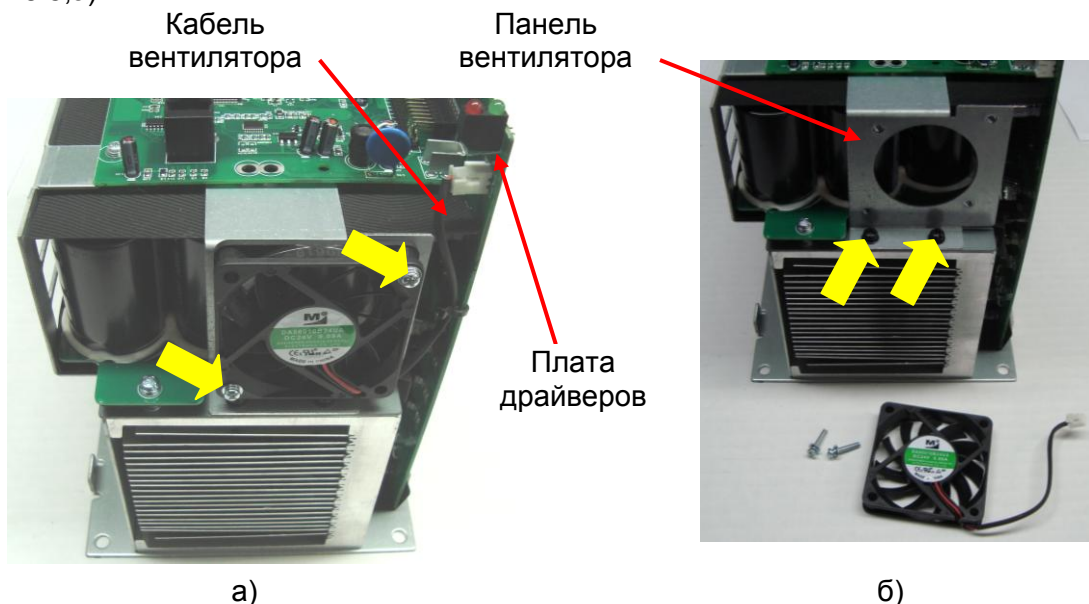

Рис. 6.5
6.5.1. Отсоединить кабель дополнительного вентилятора от платы драйверов (рис. 6.5,а).
6.5.2. Выкрутить два винта крепления дополнительного вентилятора (желтые стрелки, рис. 6.5,а), демонтировать его и вместе с винтами положить в тару (рис 6.5,б).
6.5.3. Выкрутить два винта крепления панели вентилятора (желтые стрелки, рис. 6.5,б), демонтировать панель и положить ее в тару.